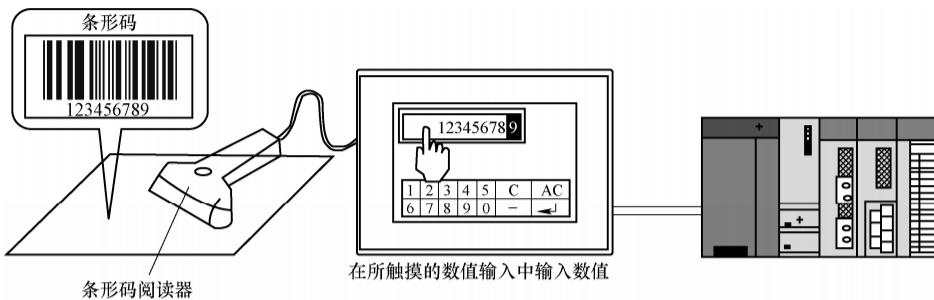

图 1-5-60 阅读器数值输入示意
② 通过条形码阅读器或 RFID 输入数值，如图 1-5-60 所示。